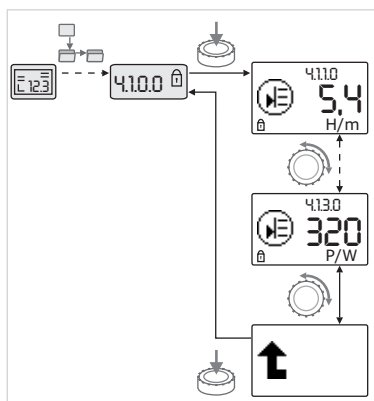

Fig. 40: Accesarea informațiilor
- Prin rotirea butonului roșu comandați elementele de meniu de tipul „Informații” ale submeniului actual (vezi fig.40). Pentru legenda setărilor reprezentate prin simboluri, vezi tabelul din capitolul 8.7 „Elemente de meniu de referință” la pagina 36.